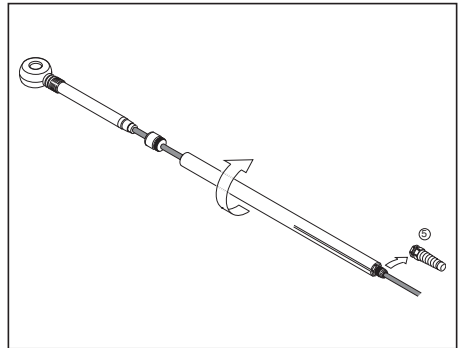

FIG. 10 Montage de la sonde ISC40
3.8.4 Montage d'une sonde ISC40 Fig. 10